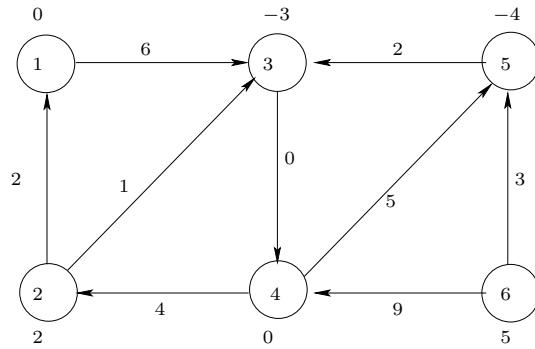

Figura 5.16: Grafo di partenza (esercizio 5.29)
**Esercizio 5.29.** ■ Sia dato il problema  $P$  di flusso a costo minimo (senza vincoli di capacità sugli archi), definito sul grafo orientato  $G = (V, E)$  riportato in figura 5.16, dove a ogni nodo  $i \in V$  è associata la divergenza  $d_i$  e a ciascun arco  $(i, j) \in E$  è associato un costo unitario  $c_{ij}$ .